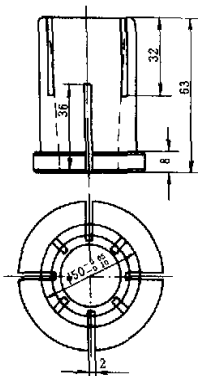
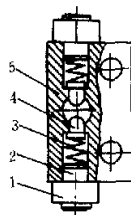
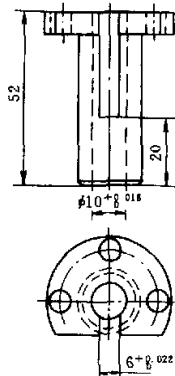

图3 涨套
图4 锁紧块
图5 导套
的定子叠片放入涨套7(图3)和定位销21中定位(用定子槽定位)。上模下行,心轴8首先接触定子叠片4,并用弹簧力压紧。上模继续下行,心轴8下压将涨套7涨开把不甚整齐的叠片叠齐。凹模15将铆钉压扁铆紧。上模返回通过锁紧块17(图4)和卸料杆5(在弹簧力的作用下联接)的作用下,把已铆好的定子拉上来。
(2) 涨套7采用上下各四条割缝,各错开45°,弹性较好,容易把叠片叠整齐。
(3) 考虑了卸料的方法,采用锁紧块17和卸料杆5卸料。卸料力的大小通过螺钉2(图4)调节而得到。卸料杆5把定子叠片4拉上24mm时,碰到导套3(图5)的限位槽而停止。这时定子叠片4和涨套7、定位销21配合已很松动,很容易取出。